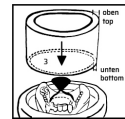

fig.3
- Posizionare il cilindro con la parte più stretta sulla base del cilindro SHERAMUFFELFORMER MG. (fig. 3)